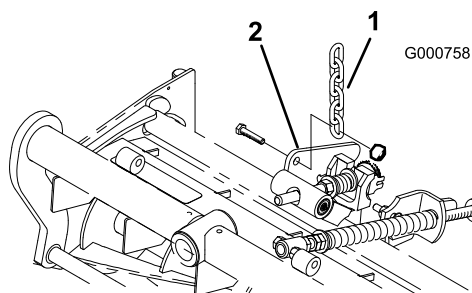

図 6
12. ターフ補正スプリングのブラケットをカッティングユニットスタビライザの耳に止めているナットを外す【図 6】。チェーンをキャップスクリュに通し外したナットで固定する。